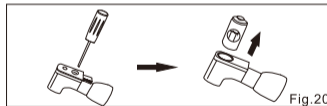

Fig.20
- 5) (C3-10) Fjern skruen fra hovedet med den medfølgende skrue, og fjern patronen (fig. 20).